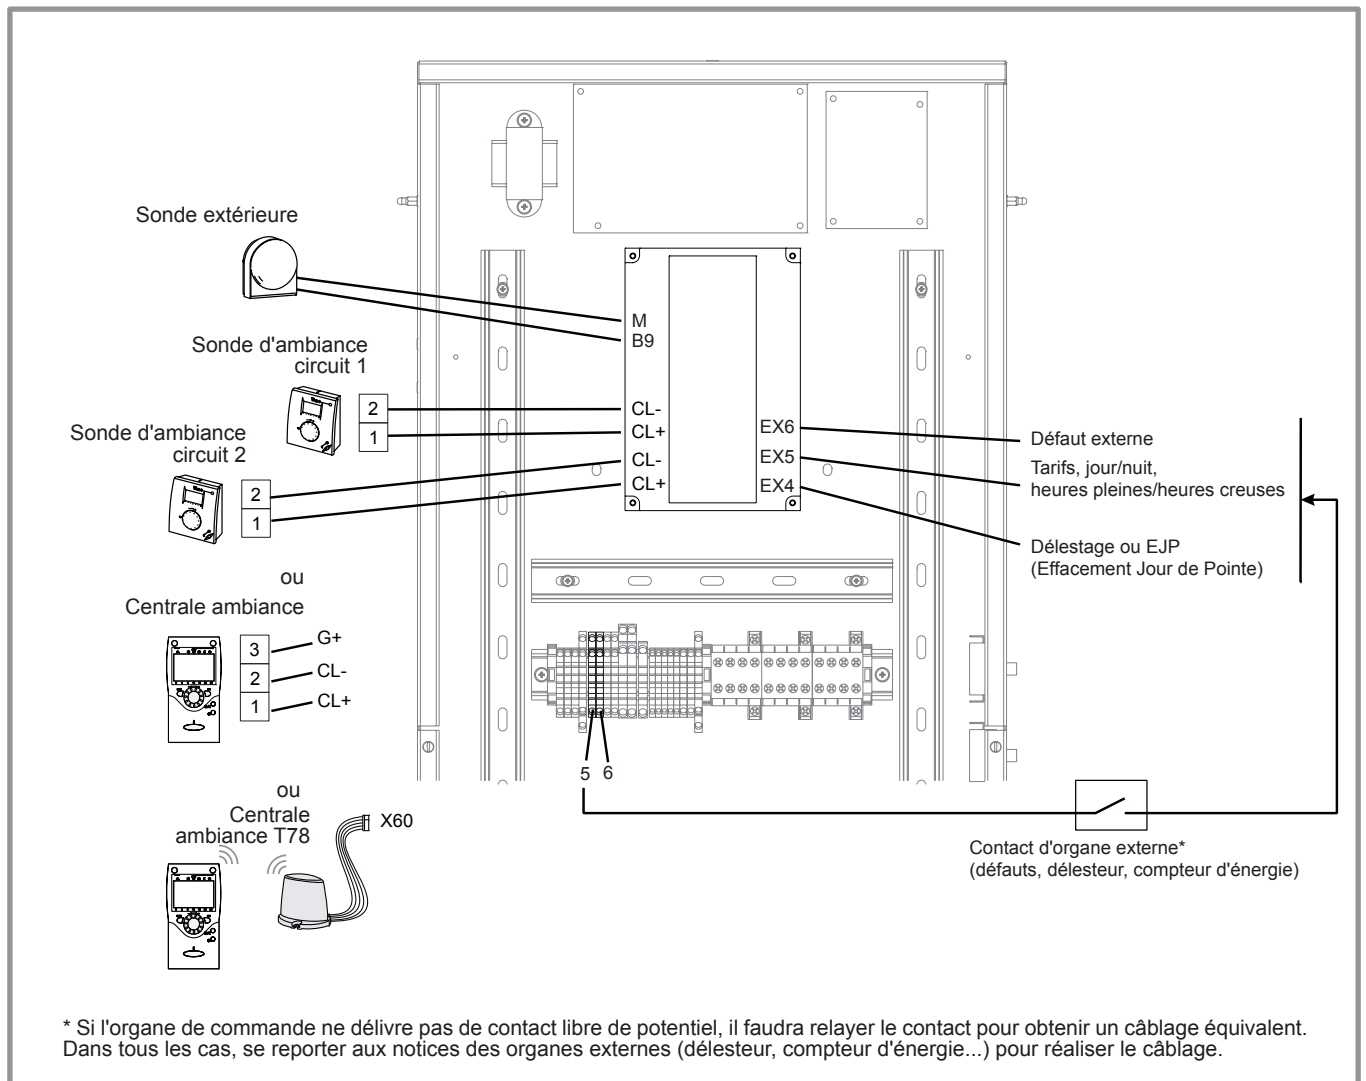

figure 38 - Raccordements sur le régulateur PAC (accessoires et options)
- Raccorder la sonde extérieure aux bornes M et B9 de la carte de régulation de la PAC (figure 38).
- Raccorder chacune des sondes sur l'une des bornes CL+ et CL- de la carte de régulation de la PAC (figure 38, page 29) à l'aide du connecteur fourni.
- Raccorder la sonde sur l'une des bornes CL+ et CL- de la carte de régulation de la PAC (figure 38, page 29).